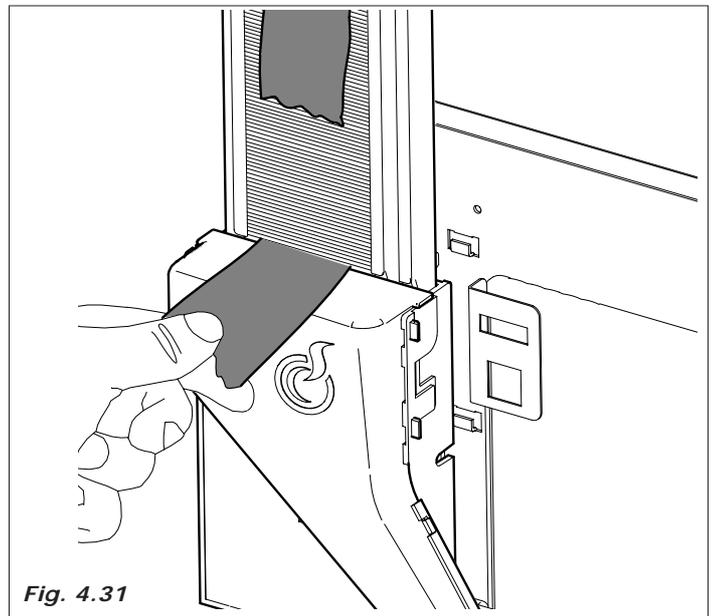

Fig. 4.31
- colocar las paletinas con el papel de embalaje; cuando están en posición quitar el papel que las sujeta (Fig.4.31)